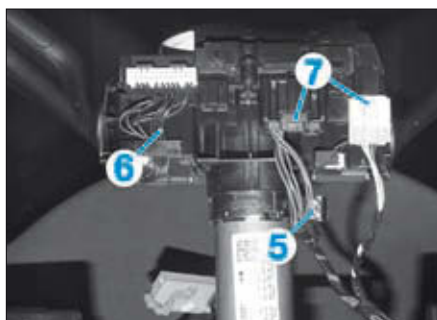

FIG. 3
- Desserrer la vis (5) de l'ensemble commodo/contacteur tournant (6) (Fig.3).
- Déposer l'ensemble commodo/contacteur tournant (6) après avoir débranché les connecteurs (7).